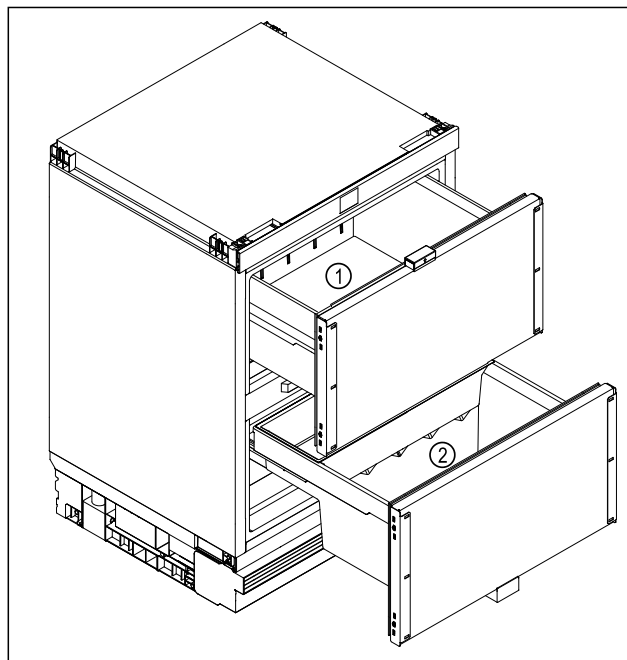

Fig. 7 Ilustrační zobrazení
- ▶ Horní vysouvací vozík Fig. 7 (1): Skladujte rychle se kazící potraviny, jako jsou hotová jídla, ryby, maso a uzeniny, balené ovoce a zelenina.
- ▶ Spodní vysouvací vozík Fig. 7 (2): Skladujte potraviny citlivé na chlad, jako jsou brambory, cibule nebo tropické ovoce. Skladujte potraviny nebo nápoje, které by při konzumaci neměly být příliš studené.